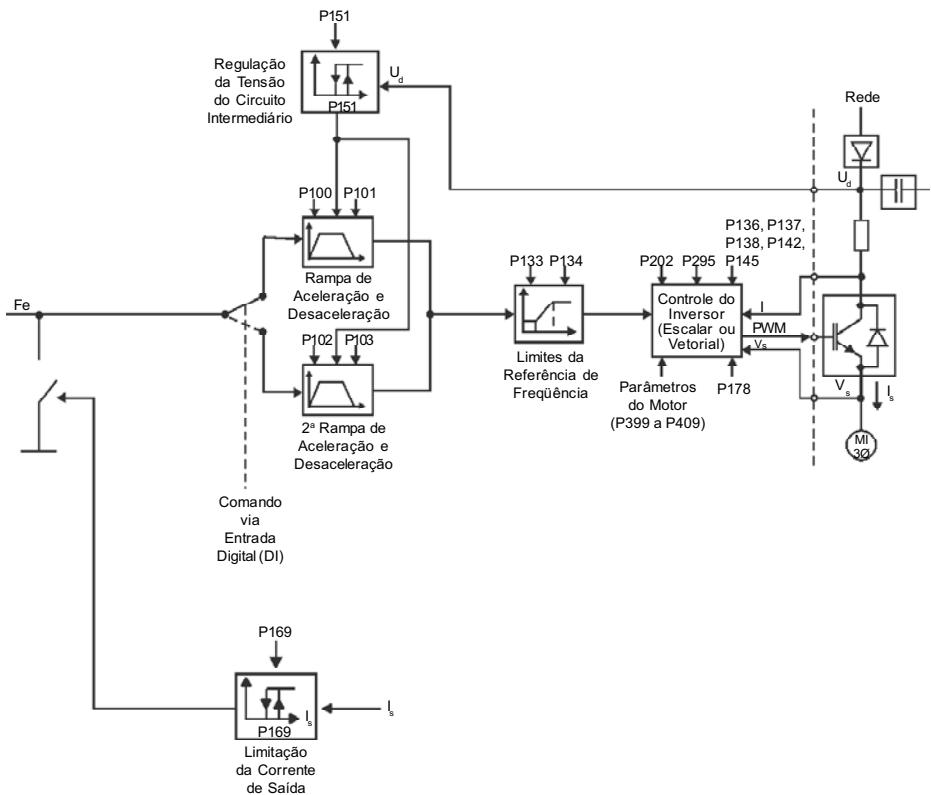

Figura 6.2 - Blocodiagrama do controle do inversor
O diagrama de blocos da figura 6.2 mostra o controle do inversor.
- ☒ No modo de controle escalar ($P202 = 0$ ou 1), $Fe = F^*$ (consulte a figura 6.2) se $P138 = 0$ (compensação de escorregamento desabilitada). Se $P138 \neq 0$ consulte a figura 6.9 para relação entre Fe e F^* .
- ☒ No modo de controle vetorial ($P202 = 2$), sempre $Fe = F^*$ (consulte a figura 6.2).